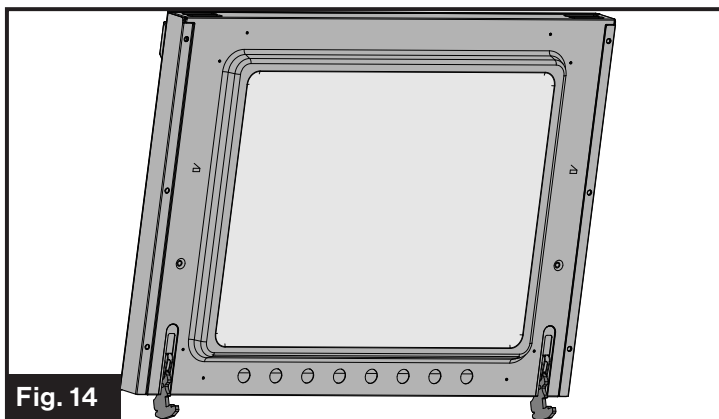

Fig. 14
5. En tenant la porte fermement des deux côtés et des deux mains, tirez la porte pour la déloger des fentes des charnières. (Fig. 12, Fig. 13 et Fig. 14) Tenez fermement, la porte est lourde.